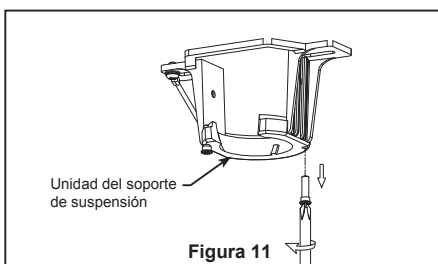

Figura 11
- ☐ 11. Extraiga una de los tornillos de hombro en el soporte del gancho y guarde los tornillos para pasos posteriores. Afloje el segundo tornillo de hombro sin extraiga completamente. (Figura 11)